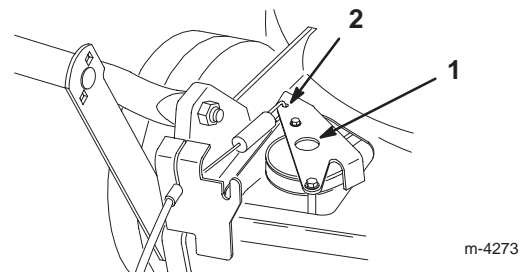

Bild 21
4. Drücken Sie das Antriebsteil nach unten, bis es den Rasenmäher berührt, halten Sie es dann fest (Bild 21).